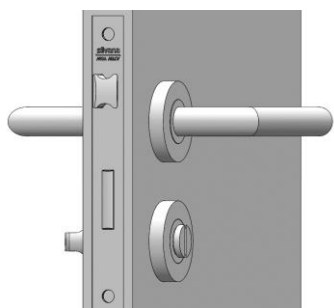

Fig.8
2. Retire as rosetas (G) dos suportes de fixação (F) segurando a parte externa da roseta (G), e empurre a tranqueta para desencaixá-los. Reserve as rosetas;
3. Insira a haste de fixação no suporte da tranqueta externa, observando a orientação correta da haste, conforme figura 7, e fixe o suporte (F) na porta com os parafusos com auxílio do gabarito de instalação. Por fim, encaixe novamente a roseta (G) com o rasgo de desmontagem para baixo (Fig. 8);
4. Finalizando a instalação, introduza o suporte da tranqueta interna (F) na haste de fixação (E) que passou da porta, e repita o processo similar ao passo 3.